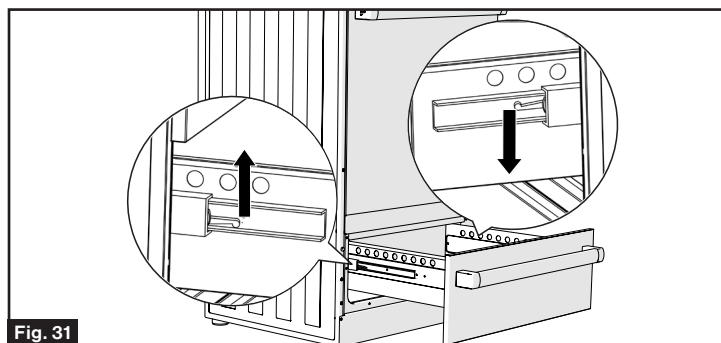

Fig. 31
1. Soulevez le petit crochet gauche vers le haut et, en même temps, poussez le petit crochet droit vers le bas. (Fig. 31)